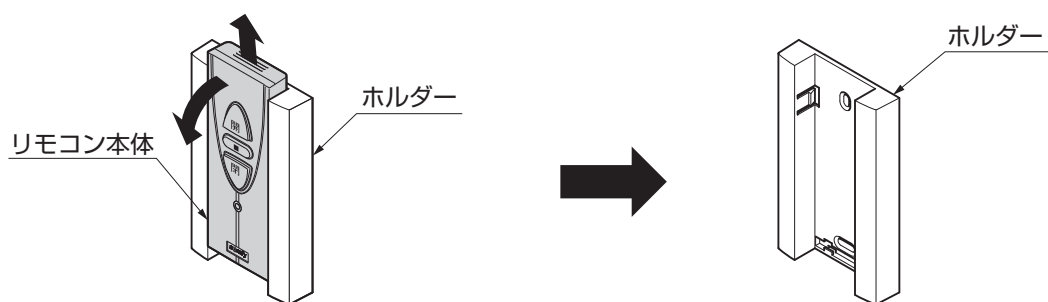

図10-1 リモコン本体の取外し
①ワイヤレス壁スイッチのリモコン本体を上になぞらしリモコン上部を指で押さえ手前に引き、ホルダーから外してください。(図10-1参照)